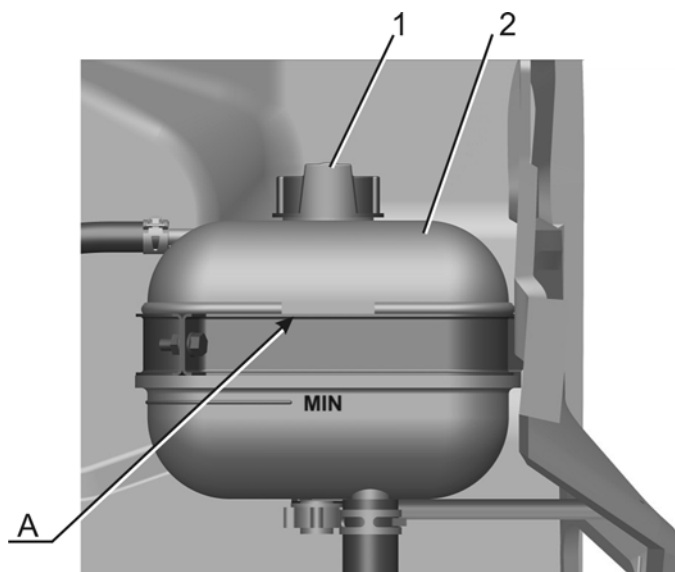

Рис. 2.8. Проверка уровня охлаждающей жидкости в расширительном бачке: 1 – пробка; 2 – бачок
Проверку уровня охлаждающей жидкости в расширительном бачке 2 (рис. 2.8) проводить только на холодном двигателе.
- заполнить свежей охлаждающей жидкостью рекомендуемой марки расширительный бачок на уровне верхней кромки А (см. рис. 2.8) хомута расширительного бачка. Жидкость заливать медленно, непрерывной струей. При наличии в системе выпускного тройника для более быстрого удаления воздуха вывернуть на тройнике пробку до появления в нем жидкости.